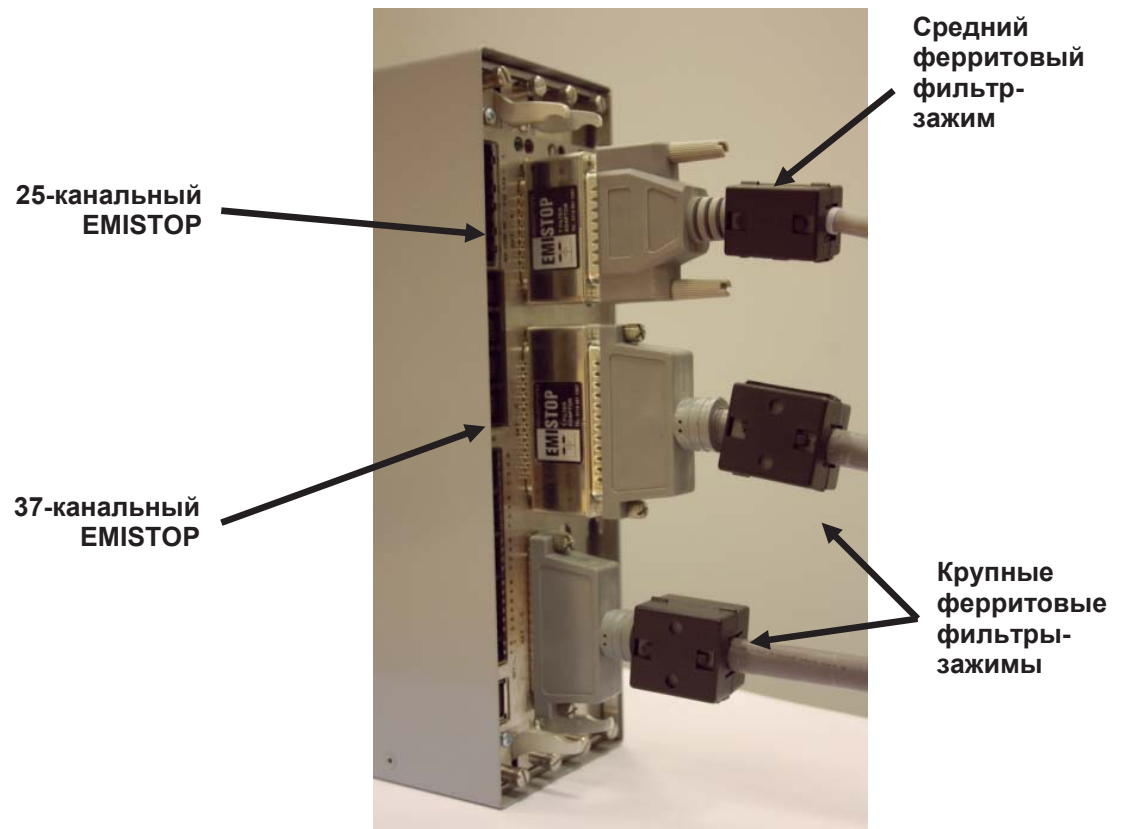

Рисунок 2-14. Фильтры-зажимы на проводке я ввода/вывода
4. Разместите и закрепите 25-канальные и 37-канальные адаптеры EMISTOP (см. *Рисунок 2-13*) на гнездах А и В, соответственно, на модуле ввода/вывода (см. *Рисунок 2-14*).
6. Прикрепите малый ферритовый фильтр-зажим к проводке гнезда А на модуле ввода/вывода. Прикрепите крупные ферритовые фильтры-зажимы к кабелям гнезд В и С (см. *рисунок 2-14*).